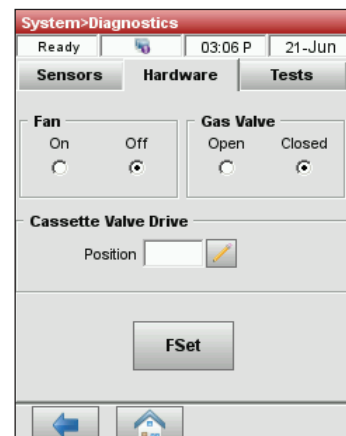

Abbildung 31. System Manager > Diagnostik > Steuerung-Registerkarte
2. Tippen Sie auf **Diagnostik** und dann tippen Sie auf die Registerkarte **Hardware** (Abbildung 31).